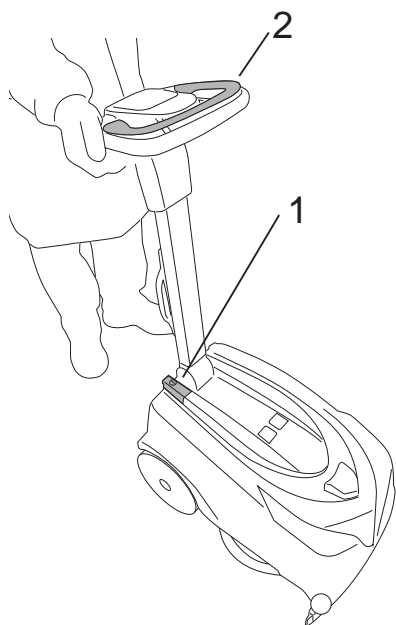
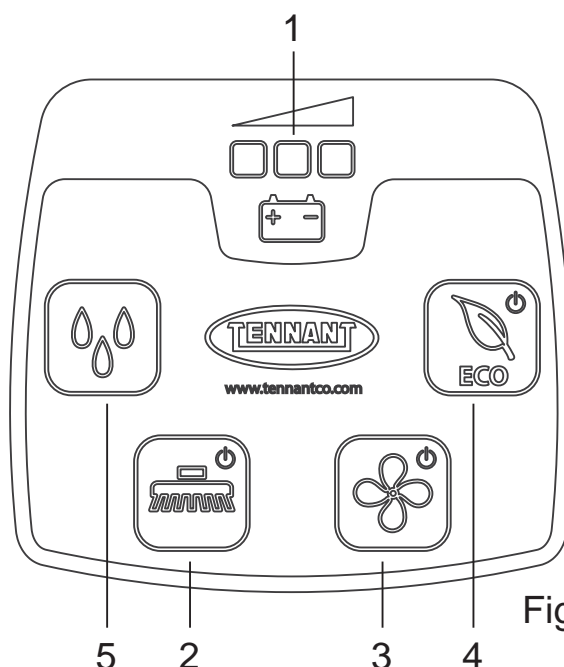

Fig.14
Fig.15
- Hovedafbryder (Fig.14-Ref.1): Aktiverer og deaktiverer strømforsyningen til alle maskinens funktioner.
- Kontrollampe til batteriopladning (Fig.15-Ref.1): Består af 3 LED'er i rød, gul og grøn, som signalerer batteriopladningsniveauet. Mulige tilstande kan være:
- Børsteknap (Fig.15-Ref.2): Aktiverer ("LED lyser") og deaktiverer ("LED slukket") funktionen "Børste". Børsten aktiveres ved at aktivere "Betjeningshåndtag til børste" (Fig.14-Ref.2) .
- Sugeknappen (Fig.15-Ref.3): Tænder ("LED lyser") og slukker ("LED slukker") sugemotoren, så det gulv, man arbejder på, kan aftørres. Motoren sætter kun i gang, når man aktiverer "Betjeningshåndtag til børste".
- Knap til gennemstrømning af opløsning (Fig.15-Ref.5): Til aktivering, deaktivering eller ændring af afmålingen af opløsningen, skal du gøre følgende:
- Trykknappen ECO (Fig.15-Ref.4): Aktiverer ("LED lyser") og deaktiverer ("LED slukker") driften af ØKO-funktionen.